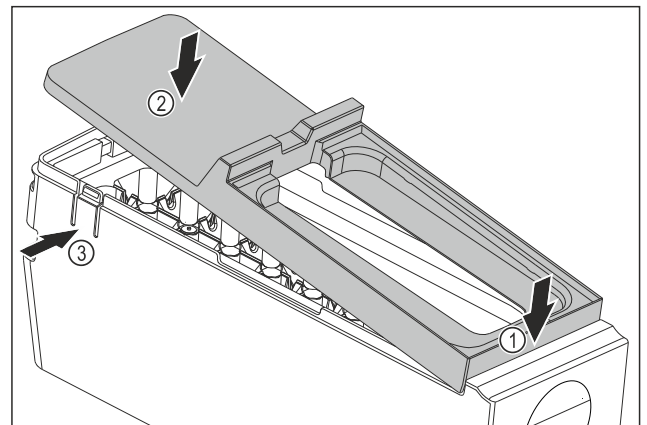

Fig. 82
- ▶ Montar la cubierta del EasyTwist-Ice: Colocar la cubierta por delante. Fig. 82 (1)
- ▶ Bajar la cubierta por detrás. Fig. 82 (2)
- ▷ La cubierta encaja en ambas lengüetas Fig. 82 (3) de forma audible.